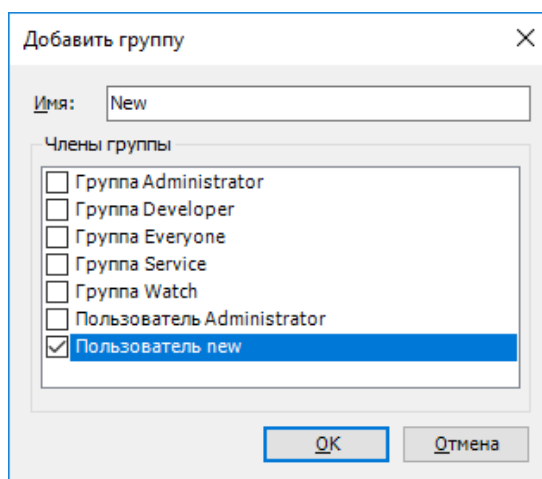

Рисунок 278 – Диалоговое окно добавления новой группы
- аналогично напротив списка **Группы (Groups)** можно создать новую группу, нажмите кнопку **Добавить** (Рисунок 278). Далее из списка выберите пользователей, которые должны принадлежать к новой группе;